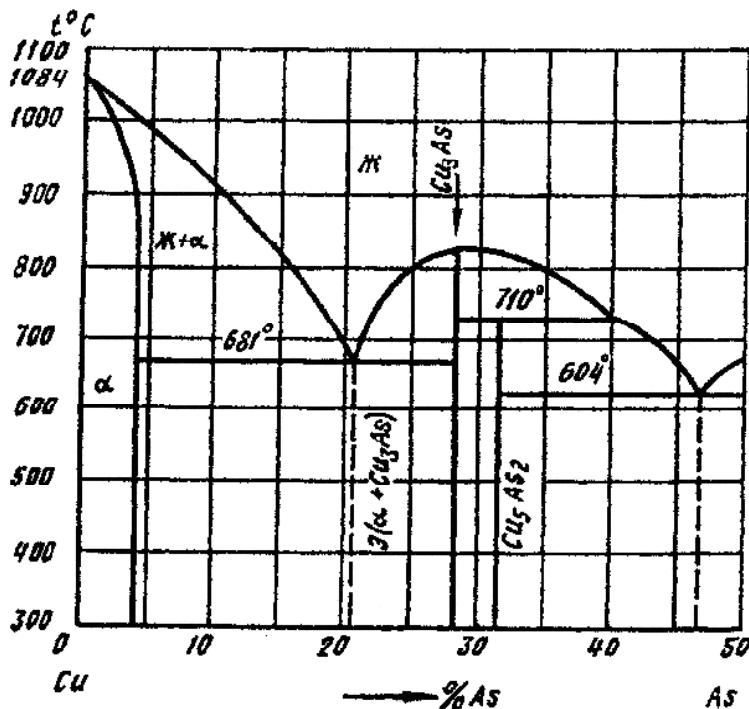

Рис. 6. Диаграмма состояния медь – мышьяк (Cu – As)
- Вычертите диаграмму состояния системы медь – мышьяк (Cu – As). Опишите взаимодействие компонентов в жидком и твердом состояниях, укажите структурные составляющие во всех областях диаграммы состояния и объясните характер изменения свойств сплавов в данной системе с помощью правил Курнакова (рис. 6).